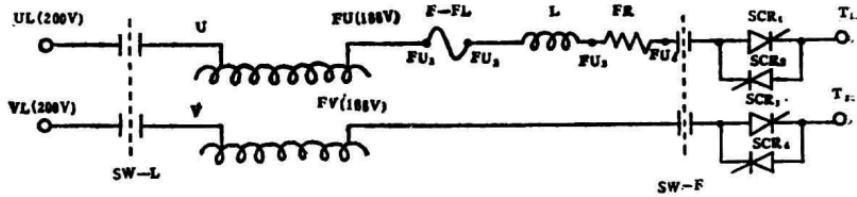

图9 透视高压主电路
1. 主电路：（1）透视千伏主电路（见图9），它是由电源、自耦变压器、主可控硅等组成。电源是由三相200V进